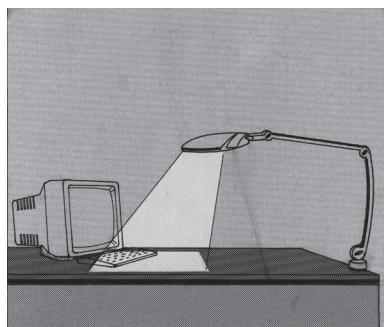

Fig. 4a
- ▶ Mit einem Schraubendreher die transparente Blende herausheben (siehe Fig. 4a , Seite 3).